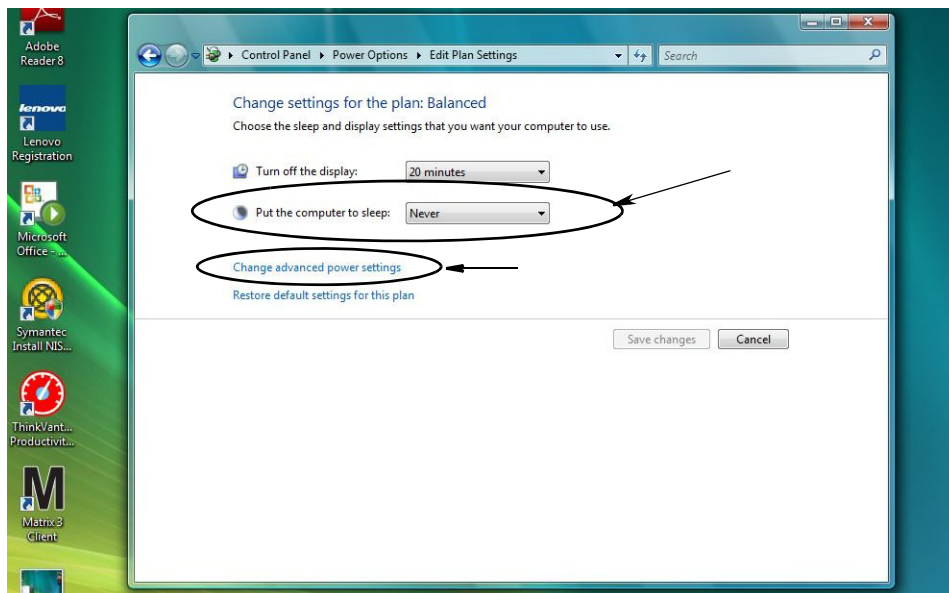

FIG. 19
4. Cambie el campo "Poner al equipo en estado de suspensión" a NUNCA. Después, seleccione "Cambiar la configuración avanzada de energía" (FIG. 19).